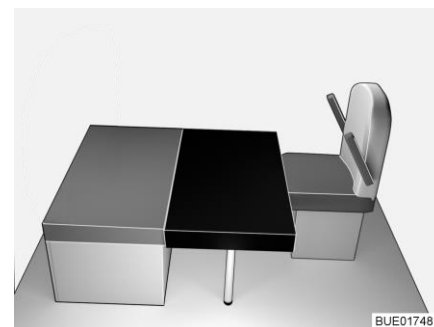

Fig. 161 Dopo la trasformazione
- Collocare il cuscino aggiuntivo rettangolare sul tavolo (davanti al cuscino dei sedili, vedi Fig. 161).